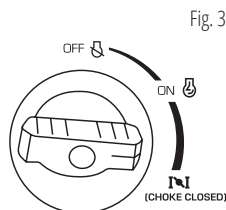

Fig. 3
4. Setează comutatorul motor multifuncțional pe poziția  „Șocului de aer” (fig. 3).
6. Setează comutatorul motor multifuncțional pe poziția „ON” (fig. 3).